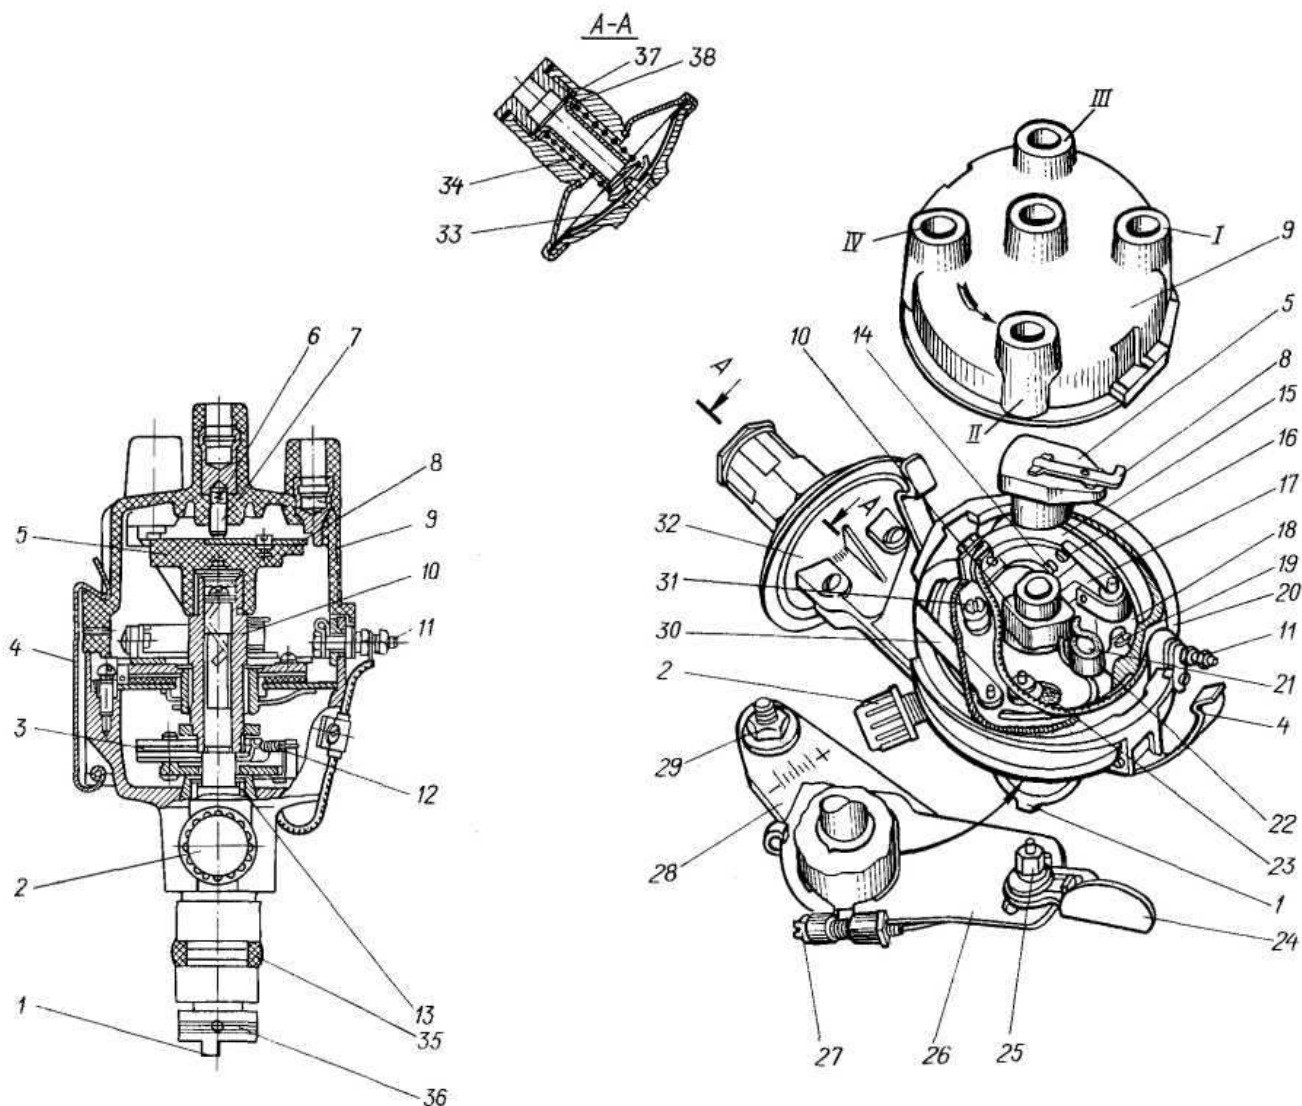

Рис. 212. Распределитель зажигания:
Базовой деталью распределителя является корпус 20 (рис. 212), установленный в хомут подвижной пластины 26. При отпущенном болте 27 хомута подвижной пластины корпус можно поворачивать вокруг его оси, чем обеспечивается установка угла опережения зажигания.
Снимите крышку распределителя и бегунок. Медленно проворачивая коленчатый вал пусковой рукояткой, установите кулачок 10 (рис. 212) в положение, при котором кулачок 17 рычага прерывателя 16 установится на вершине кулачка 10, т. е. когда зазор между контактами будет наибольшим;
При небольшом несовпадении регулируйте с помощью октан-корректора (до 12° в каждую сторону). Для этого: поворачивая коленвал, совместите метку МЗ с выступом; отвинтите на 2...3 оборота гайку 25 (рис. 212) и, если лампа горит, то плавно рычагом 24 поверните корпус распределителя по часовой стрелке до её потухания; затем, прижимая бегунок в сторону, противоположную его вращению, плавно рычагом 24 поверните корпус против часовой стрелки и остановите в момент загорания лампы; не нарушая установки, затяните гайку 25;
- стрелку пластины 26 (рис. 212) установите в среднее положение шкалы пластины 28;
- отвинтите гайку 29 (рис. 212) крепления неподвижной пластины к корпусу привода и, покачивая вокруг оси, выньте распределитель из корпуса.
Регулируйте вакуумный регулятор изменением толщины пакетов регулировочных прокладок 37 и 38 (рис. 212): прокладками 37 регулируется максимальный угол, а прокладками 38 — жёсткость пружины;
- снимите крышку распределителя 9 (рис. 212), бегунок 5 и отсоедините провод от клеммы 11;